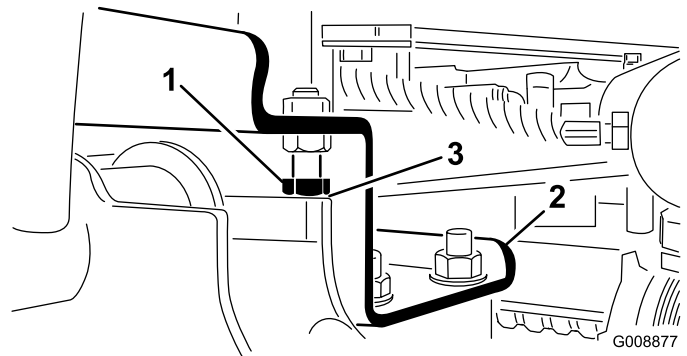

Figura 11
A. Allentate i bulloni di arresto (Figura 11).
2. Verificate che il gioco tra ciascun braccio di sollevamento e il bullone di arresto sia di 0,13 a 1,02 mm (Figura 11). Se il gioco non rientra in questo campo, regolate il gioco dei bulloni di arresto.